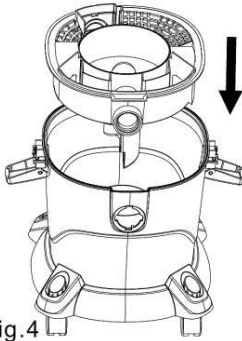

Fig.4
**Etape 4 :** Déposez l'ensemble de filtration (Fig. 4).